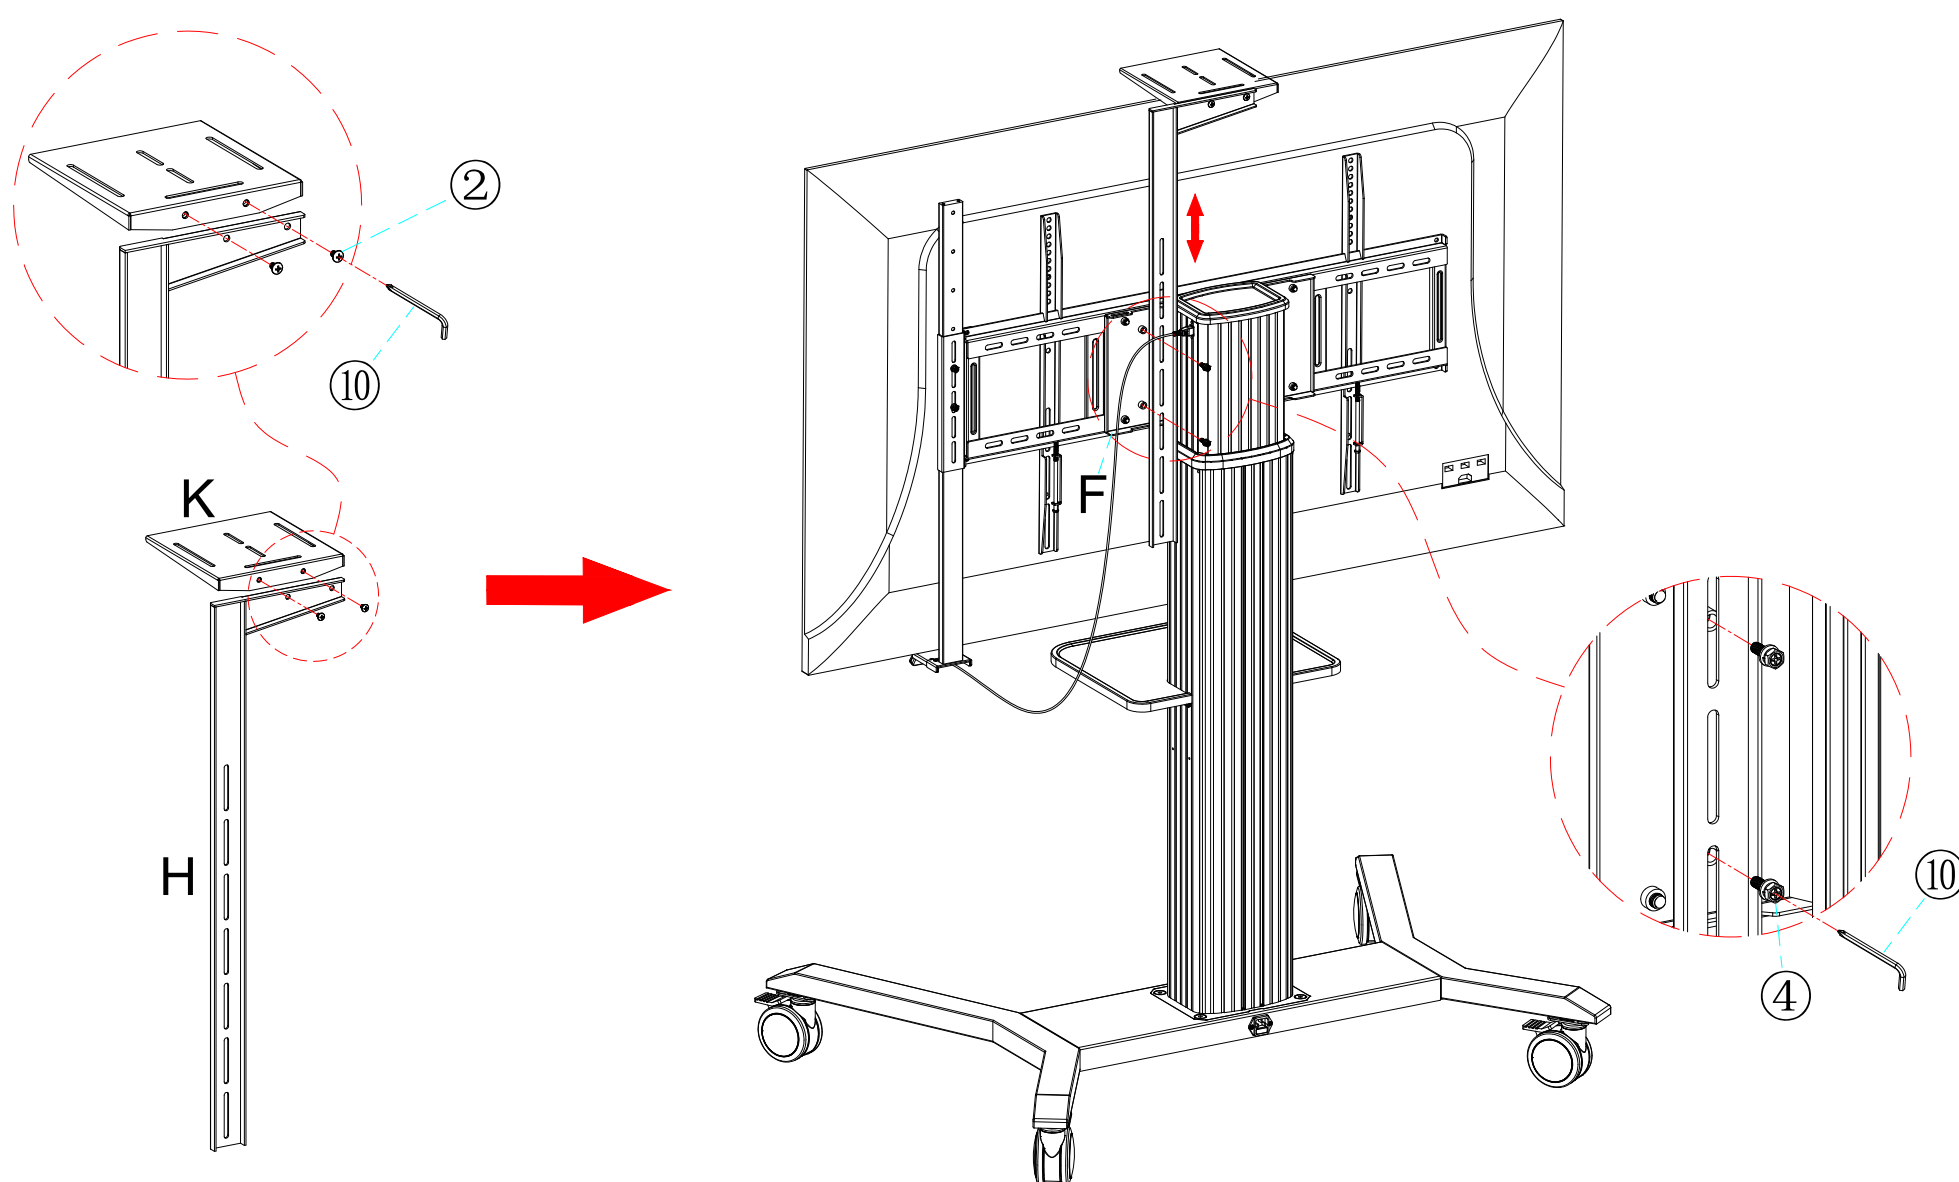

Figure 10
Étape 10 : La plaque de fixation de la caméra (K) et la barre support caméra (H) sont assemblées à l'aide de deux vis. (②)
puis la barre support caméra pré-assemblée (H) et la plaque (F) à verrouillées avec 2 vis. (④), sur le support VESA.(Figure 10)